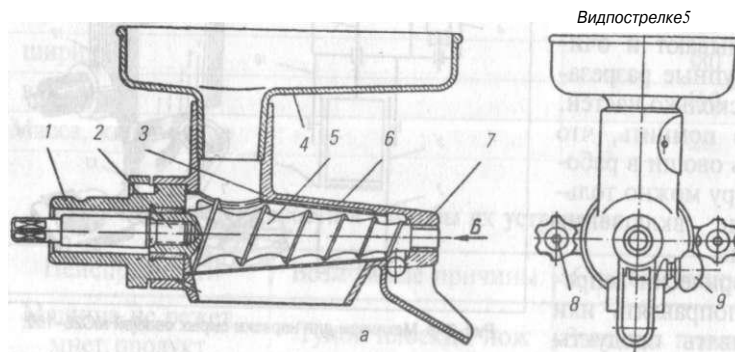

Рис. 2-9. Соковыжималка МС3-40 (экстрактор).
**Соковыжималка МС3-40 (экстрактор) (рис. 2.9).** Сменный механизм предназначен для выжимания сока из ягод, овощей и фруктов. Он состоит из корпуса, шнека, съемных сеток и загрузочной чаши.